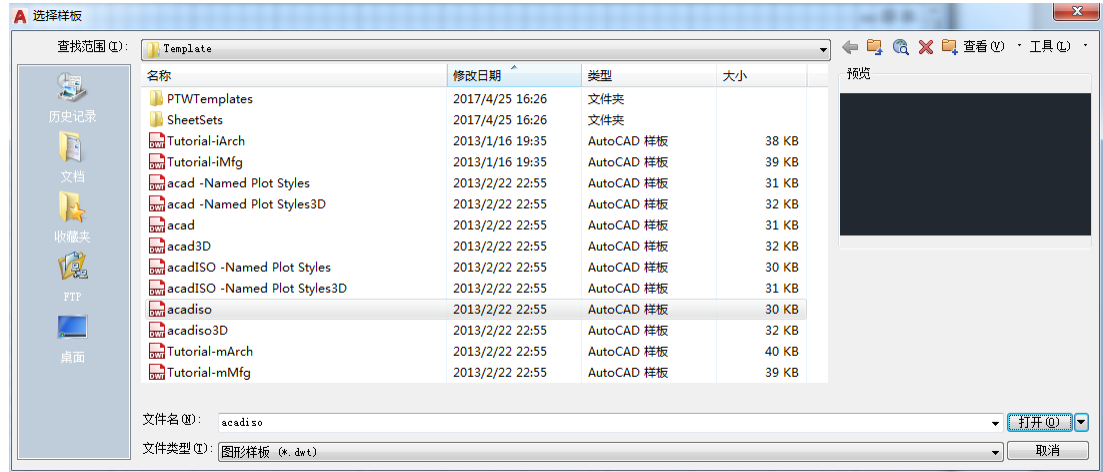
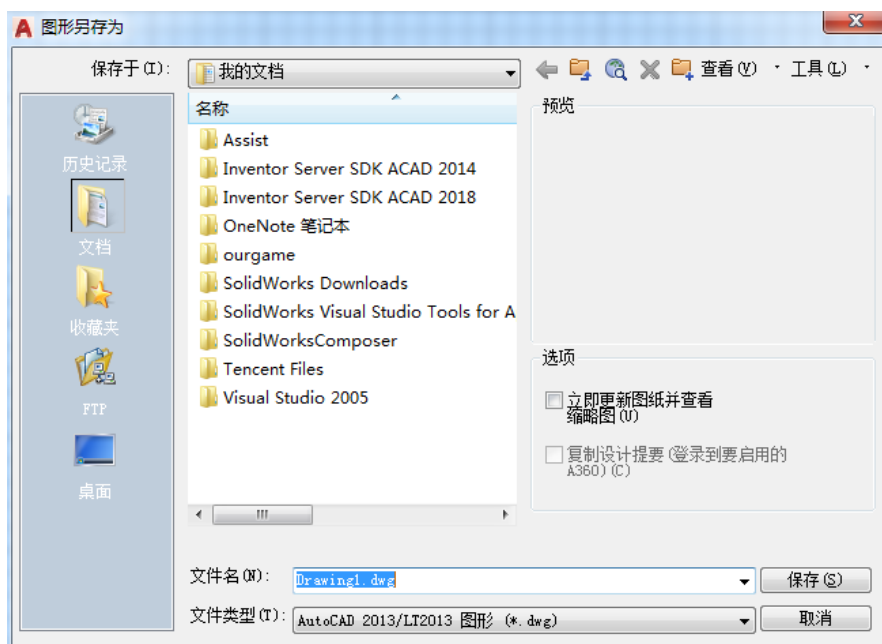

图 1-9 “选择样板”对话框
图 1-11 “图形另存为”对话框
AutoCAD 2018 将这 3 种操作的对话框设计成相似的模式，如图 1-9～图 1-11 所示，并在“快捷访问”工具栏上将它们归为一组。
屏幕上将弹出“选择样板”对话框，如图 1-9 所示。
屏幕上将弹出“图形另存为”对话框, 如图 1-11 所示。
- 单击“是（Y）”按钮，则表示要存盘退出，此时屏幕上将弹出如图 1-11 所示的“图形另存为”对话框，可以按原名保存，也可以换名保存，单击“保存”按钮即可存盘退出。